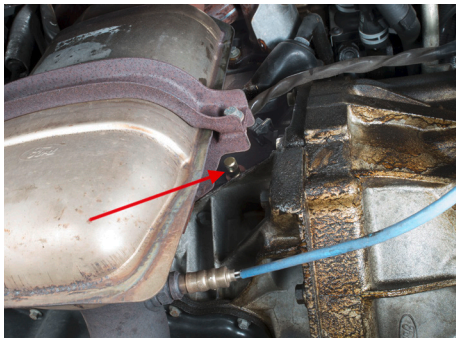

Fig. 3
3. Insérer l'outil de blocage de vilebrequin (303-574). Pour ce faire, dévisser la vis d'obturation du bloc moteur et visser à la place l'outil de blocage (Figures 3 et 4). Bien localiser le repère présent sur la poulie de vilebrequin (Figure 5).